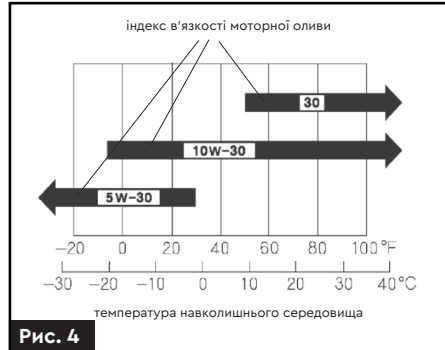

Рис. 4
2. Вставте щуп для виміру рівня (1) в гніздо, але не закручуйте його, витягніть щуп, перевірте рівень оливи візуально (за наявності крапель оливи на щупі).
3. Якщо рівень оливи низький (2), то заповніть картер двигуна рекомендованим типом оливи, поки його рівень не наблизиться до позначки (3). Картер вміщує 650–700 мл оливи (пам'ятайте, що генератор при цьому повинен стояти на рівній поверхні).
4. Встановіть щуп (1) в гніздо і закрутіть його. Рекомендована олива – **SAE 10W-30**. Підбирайте тип оливи (рис. 4) в залежності від області застосування та пори року.